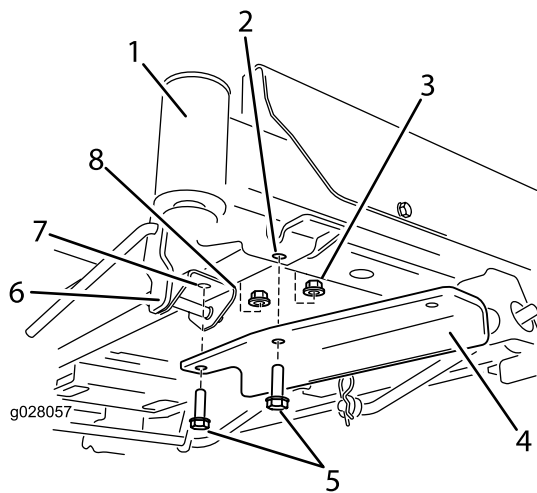

Bild 5
- Maschinen mit Hubfußpedal: Die Scheiben werden nicht benötigt. Entfernen Sie die vorderen Befestigungen in der Halterung des Hubfußpedals. Befestigen Sie die Halterung mit zwei Schrauben und zwei Sicherungsmuttern (Bild 5). Eine Sicherungsmutter finden Sie in den losen Teilen und die andere haben Sie vorher entfernt.